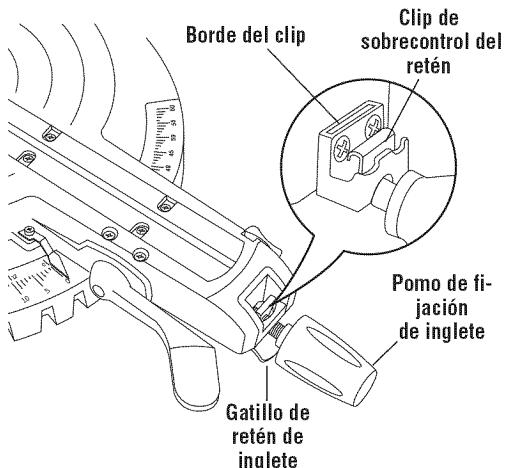

Figura 24. Sobrecontrol del retén
2. Empuje el clip de sobrecontrol del retén hacia adelante y acópelo en su sitio sobre el borde. Suelte el gatillo del retén de inglete (Figura 24).